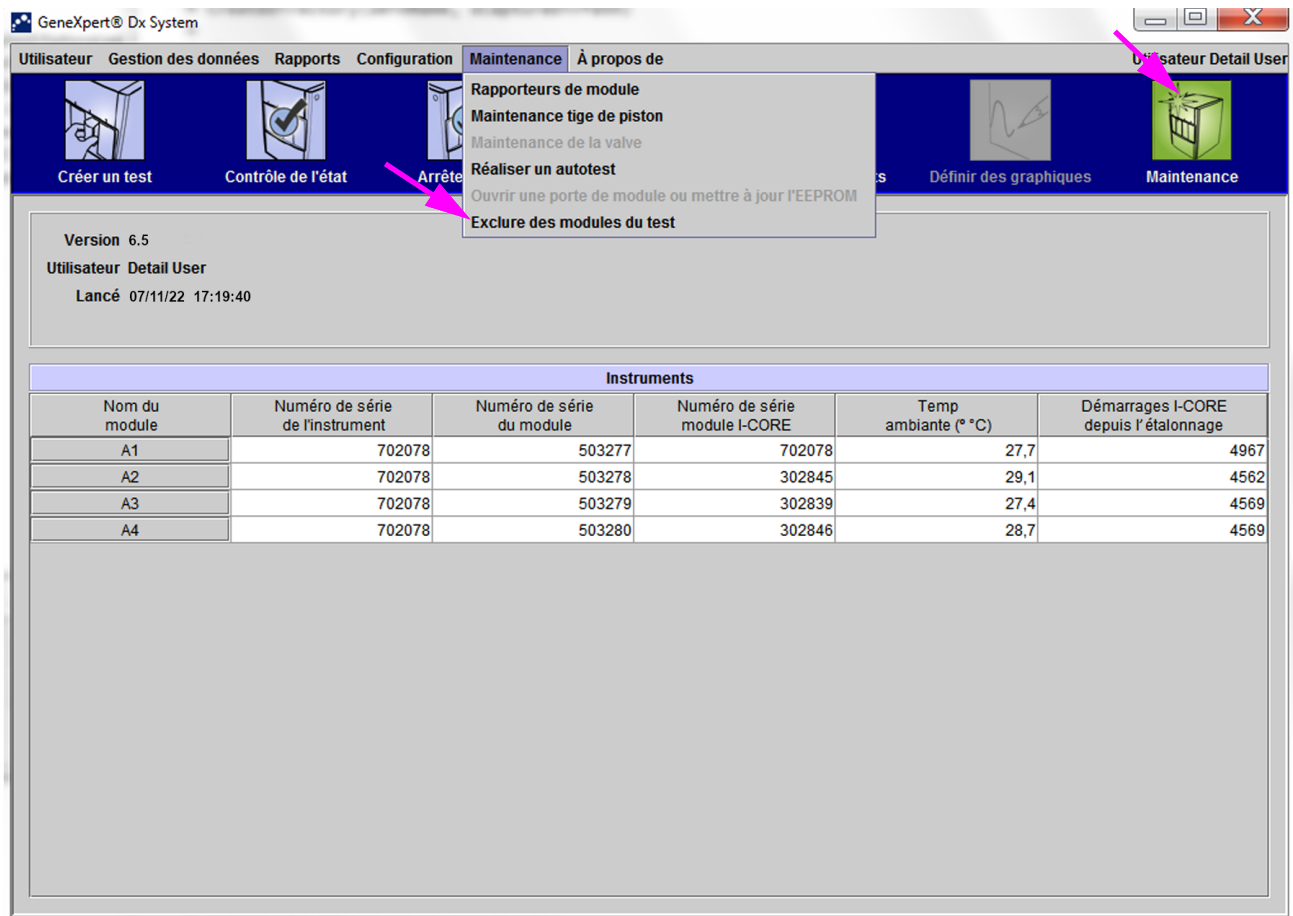

Figure 9-36. Fenêtre GeneXpert Dx System
2. Dans la fenêtre GeneXpert Dx System, cliquez sur l'icône **Maintenance**. L'écran suivant apparaît. Voir Figure 9-36.
1. Dans la fenêtre GeneXpert Dx System, cliquez sur l'icône **Maintenance**. L'écran suivant apparaît. Voir Figure 9-36.